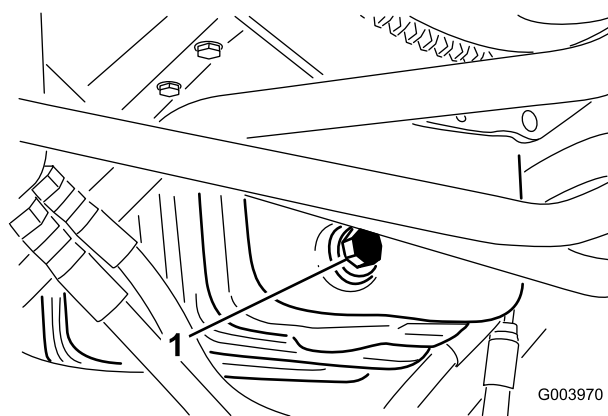

Figura 40
1. Retire el tapón de vaciado (Figura 40) y deje fluir el aceite a un recipiente apropiado.